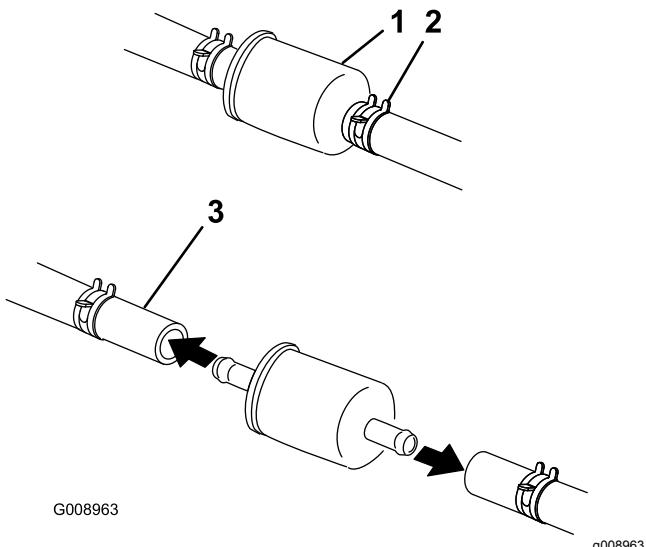

Figura 55
5. Apriete los extremos de las abrazaderas y deslícelas por la manguera alejándolas del filtro (Figura 55).
7. Instale un filtro nuevo y acerque las abrazaderas al filtro (Figura 55).